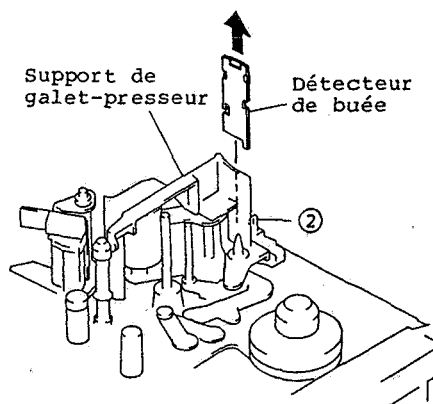

Fig. 2-59
2. Libérer un (1) segment de fixation immobilisant le détecteur de buée. (Se reporter à la figure 2-59)